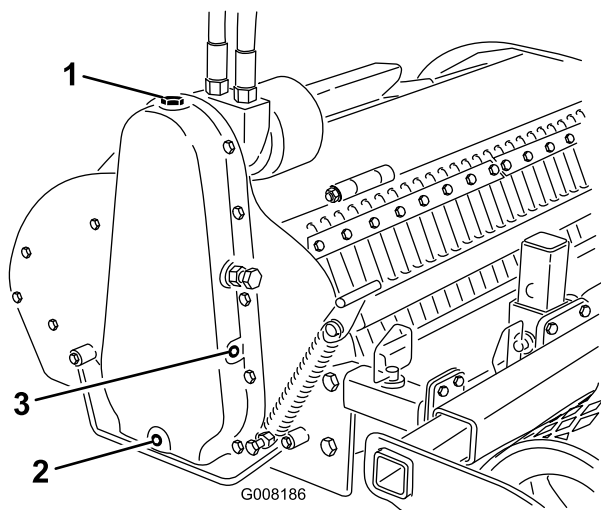

Figura 10
4. Abra el tapón de llenado de aceite, situado encima de la carcasa de la cadena de transmisión (Figura 10).
6. Retire el tapón de vaciado (Figura 10).
8. Retire el tapón lateral (Figura 10).